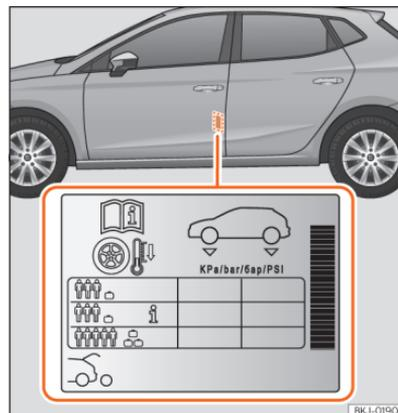

Abb. 181 Einbauort des Aufklebers für den Reifenfülldruck.
- Passen Sie bei größerer Zuladung den Reifendruck entsprechend an »» (Abb. 181).
Die Angaben zum Reifenfülldruck befinden sich auf dem Aufkleber an der Fahrertürsäule »» (Abb. 181).
fülldruck entsprechend dem auf dem Reifenfülldruck-Aufkleber angegebenen maximalen Wert erhöht werden »» (Abb. 181).
Füllen Sie bei einem minimierten Notrad (125/70 R16 oder 125/70 R18) auf einen Druck von 4,2 bar, gemäß Angabe auf dem Aufkleber mit den Reifendruckwerten »» (Abb. 181).
Je nach Fahrzeug kann der Reifenfülldruck auf halbe Last eingestellt werden, um den Fahrkomfort zu verbessern (Reifenfülldruck **i** »» (Abb. 181)). Beim Fahren mit Komfort-Reifendruck kann sich der Kraftstoffverbrauch leicht erhöhen.
- **Der Fahrer ist verantwortlich für den richtigen Reifenfülldruck an allen Reifen am Fahrzeug. Der empfohlene Reifenfülldruck befindet sich auf einem Aufkleber »» (Abb. 181).**
- **Immer den richtigen Reifenfülldruck am kalten Reifen einhalten, wie auf dem Aufkleber angegeben »» (Abb. 181).**